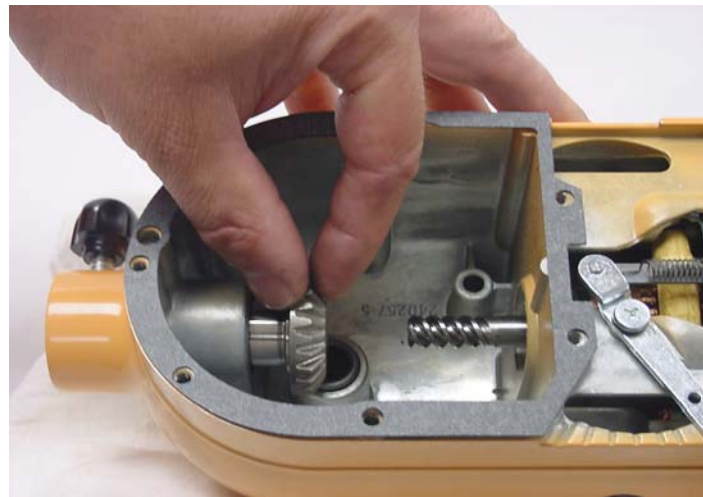

Abb. 13: Ausbau des Kegelrads des Zubehöranschlusses aus seinem Lager.
H. Das Kegelrad des vorderen Zubehöranschlusses aus dem Getriebe-/Motorgehäuse ziehen (Abb. 13). Es lässt sich einfach aus dem Zubehöranschluss herausziehen und passiert dabei die Schnecke der Ankerwelle.